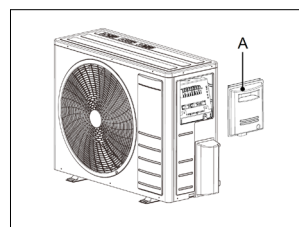

fig. 26 -
1. Scoateți panoul lateral (A - "fig. 26 -").